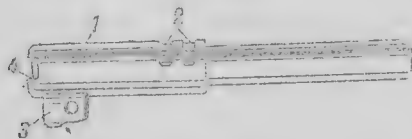

Рис. 43. Ствол.
88. Ствол (рис. 43) служит для направления полета пули. Он помещается в кожухе затвора и соединяется с рамкой пистолета при помощи серьги. Внутри он имеет канал с четырьмя нарезами зьющимися слева вверх направо. для сообщения пуле вращательного движения при полете; промежутки между двумя нарезами называются полями; расстояние (по диаметру) между двумя противоположными полями называется калибром канала ствола, который равен 7,62 мм; патронник для помещения патронов.